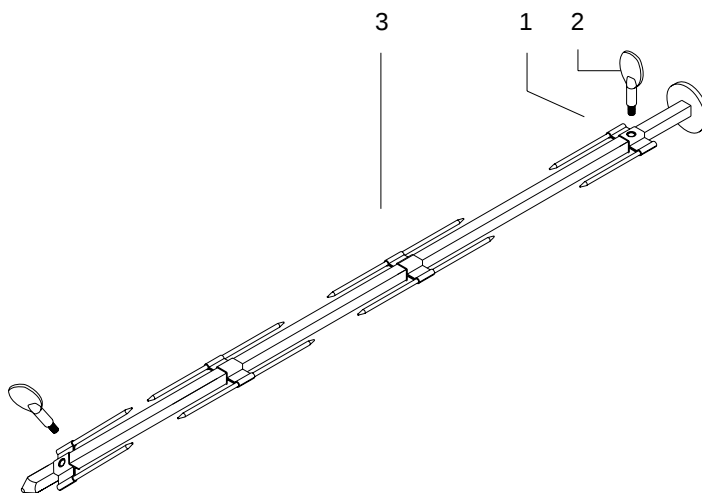

Fig.5
- Coloque el pincho sencillo (1) en la espada hasta que este haga tope en la defensa de dicha espada y fíjelo con el tornillo (2) y evitar así la caída de las carnes (ver fig.5).
- Coloque a continuación el pollo en la espada, fijándolo con el pincho que ha colocado previamente, introduzca en la espada en pincho doble (3) y un pollo, repita esta operación hasta cargar la espada y coloque por último un pincho sencillo y fíjelo con su tornillo. Los 2 pollos centrales puede ir pinchados solo por uno de los lados.